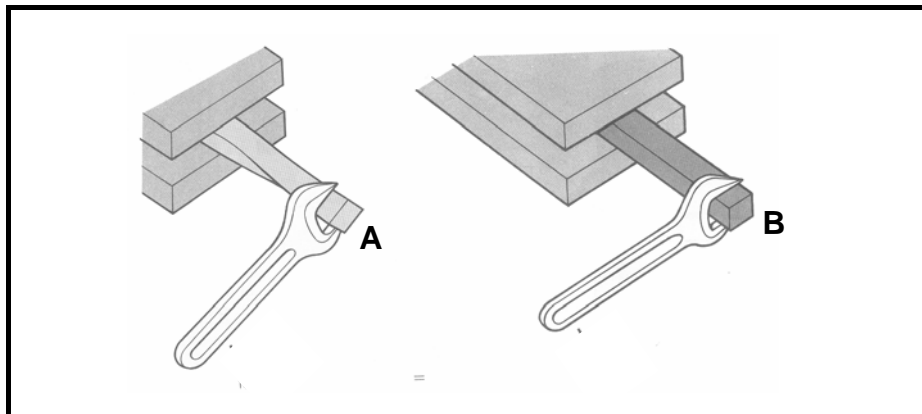

FIGUUR 2.1
- 2.6 Die MAGS-sweisspuitstuk word tydens die sweisproses in FIGUUR 2.1 getoon. Benoem die onderdele volgens die letters A–G. (7)